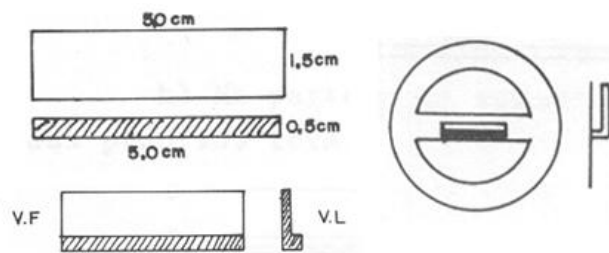

Fig. 7
c) Construção do suporte no transferidor: corte dois pedaços de acetato com as seguintes dimensões: 5 x 1,5 cm e 5 x 0,5 cm. Cole a tira mais estreita na larga, com cola de PVC. Depois de seco, cole o acetato estreito no transferidor (vide Fig. 7). Atente para a posição das tiras de acetato.